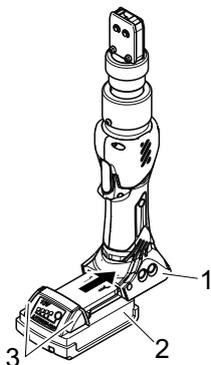

Abb. 11: Einsetzen des Akkus
- ▶ Schieben Sie den Akku (Abb. 11/2) in die Klemmenzange CP 10 / CP 20 / CC 20 (Abb. 11/1), bis er sicher einrastet.
Der Akku ist eingesetzt, wenn sich die Knöpfe (Abb. 11/3) bewegen und ein Klickgeräusch zu hören ist.